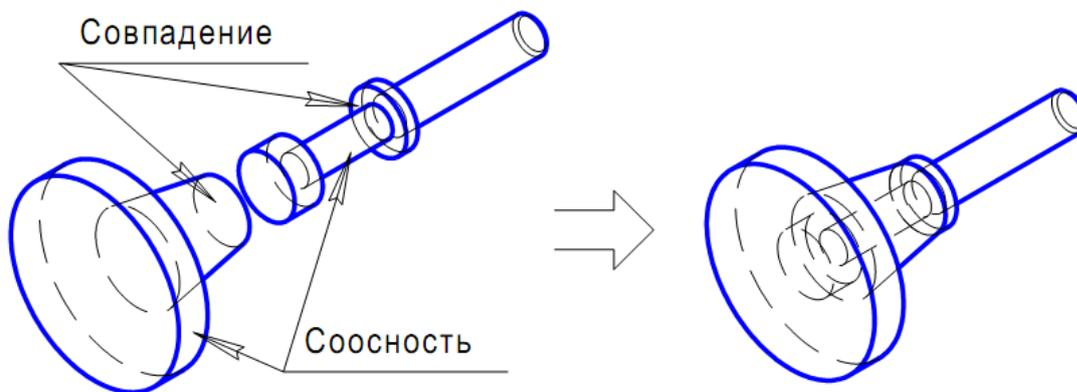

Рисунок 87.
4. На панели «Сопряжение» выберите команду «Соосность». Отметьте последовательно две цилиндрических поверхности на пластмассовой части и винте (рисунок 87). После отработки данного сопряжения пластмассовая часть и винт будут расположены на одной оси.
4. На панели «Сопряжение» выберите команду «Совпадение». На модели винта отметьте его торцевую поверхность (рисунок 87). Далее композицию элементов чертежа разверните так, чтобы оказался видимым правый торец пластмассовой части. На полученной ориентации модели отметьте требуемый торец. После выполнения сопряжения «Совпадение» модель сборки примет окончательный вид (рисунок 87). Сохраните сборку с именем **Винт специальный**.